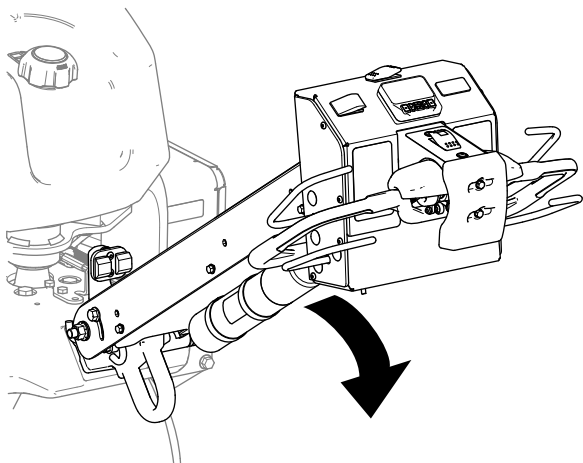

Figura 69
2. Coborâți bara de ghidare pentru a elibera frâna de parcare (Figura 69).